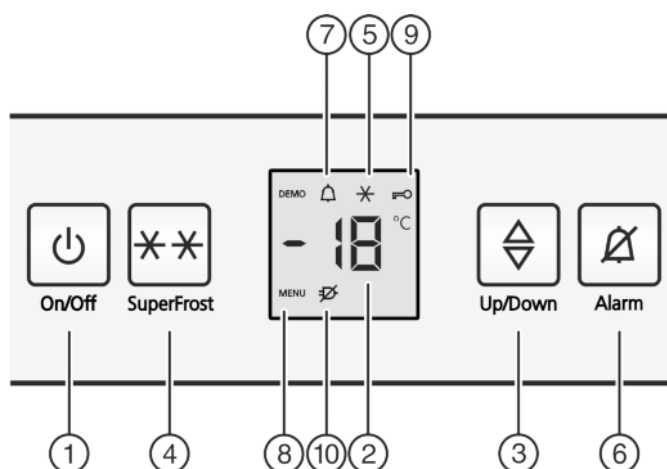

Fig. 2
- ▶ Stiskněte tlačítko On/Off Fig. 2 (1).
- ▷ Spotřebič je zapnutý. Ukazatel teploty a symbol Alarm Fig. 2 (7) blikají, dokud teplota není dostatečně nízká.
- ▶ Zapnutí seřizovacího režimu: Stiskněte tlačítko SuperFrost Fig. 2 (4) asi na 5 sekund.
- ▷ Na displeji se zobrazí Symbol menu Fig. 2 (8).
- ▶ Potvrďte krátce tlačítkem SuperFrost Fig. 2 (4).
- ▷ Na displeji svítí Symbol dětské pojistky Fig. 2 (9).
- ▶ Stiskněte krátce tlačítko On/Off Fig. 2 (1).
- ▷ Symbol dětské pojistky Fig. 2 (9) zhasne.
► Stiskněte tlačítko Alarm Fig. 2 (6).
Současně bliká ukazatel teploty a symbol Alarm Fig. 2 (7).
Výstražný bzučák se vypne automaticky, symbol Alarm Fig. 2 (7) se vypne a ukazatel teploty přestane blikat, když je teplota zase dostatečně nízká.